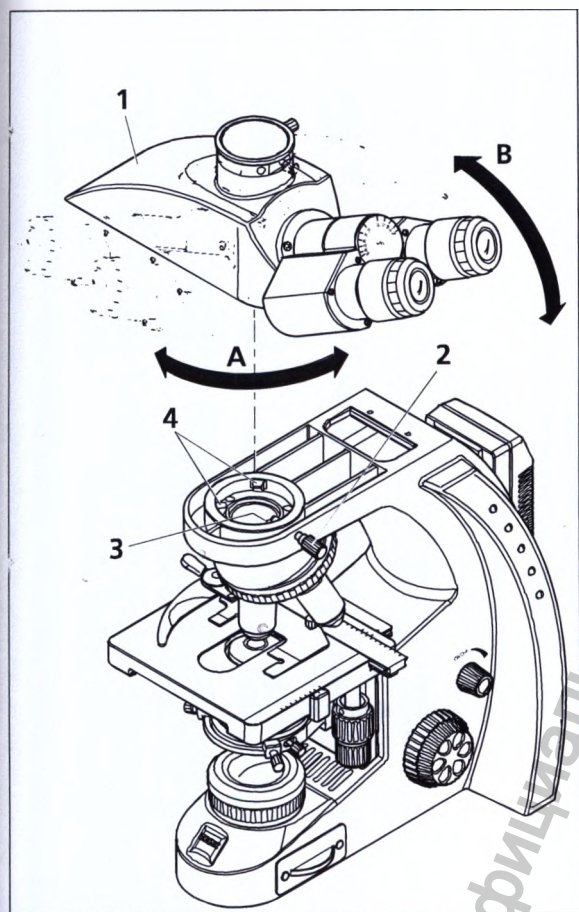

Рисунок 11 Смена тубусной насадки
- Ослабить зажимный винт (Рисунок 11/2). Повернуть тубусную насадку (Рисунок 11/1) приблизительно на 90° по часовой стрелке (Рисунок 11/A), слегка наклонить и снять её вверх уже в повернутом (правом) положении (Рисунок 11/B).
- Для монтажа тубусную насадку (окулярные должны показывать вправо) слегка наклонить и вставить насадку в штатив так, чтобы её кольцевая направляющая типа пласточина хвоста заходила в оба посадочных места (Рисунок 11/4).
- Насадить тубус на штатив уже в горизонтальном положении. При этом вырез на нижней стороне тубусной насадки должен располагаться над третьим посадочным местом (Рисунок 11/3) штатива.
- Повернуть тубусную насадку на 45° против часовой стрелки (окулярные обращены вперед). Выставить тубусную насадку относительно края штатива и затянуть зажимный винт (Рисунок 11/2).